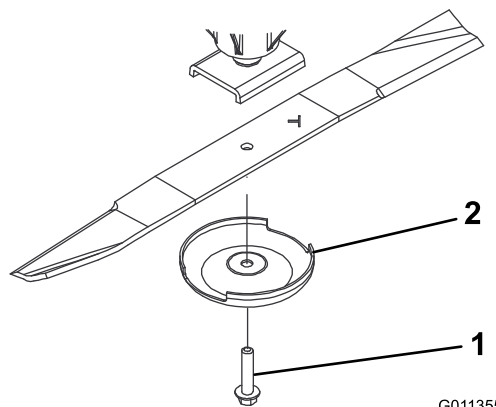

图 73
3. 卸掉刀片螺栓、防刮罩并从铰轴上取下刀片 (图 73)。